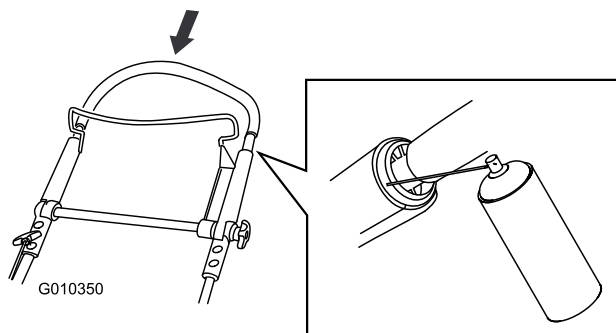

Figura 19
2. Spingete completamente verso il basso la sezione superiore della stegola e spruzzate il prodotto sulla superficie interna di plastica della parte esterna della stegola (Figura 19).